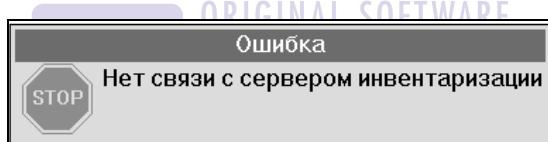

Рис. 410
1. Для проведения инвентаризации зарегистрируйтесь на терминале картой бармена, официанта или менеджера. Находясь в списке столов (в режиме официанта или бармена), еще раз проведите картой сотрудника по считающему устройству кассы. В режиме менеджера выберете пункт «Отчеты по расходу», а в нем «Инвентаризация» (для режима «Fast-Food»). (КЛ: Находясь в списке столов (в режиме официанта или бармена), нажмите клавишу [Кол-во].) Для режима «Fast-Food» не реализовано. Если кассовый сервер не сможет подключиться к серверу инвентаризации, появится сообщение об ошибке, представленное на Рис. 410: